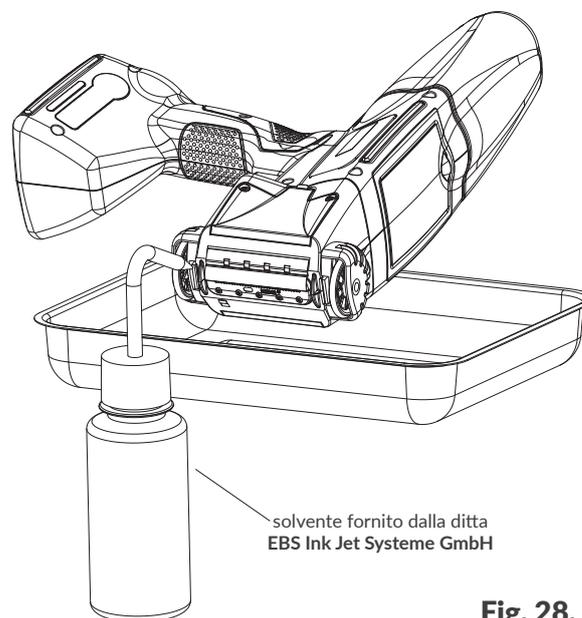

Fig. 28.
2. Inclinare la stampante su un lato indirizzando la sua fronte leggermente verso il basso (vedi Fig. 28); tale posizione della stampante rende possibile una libera fuoriuscita del solvente sporco.